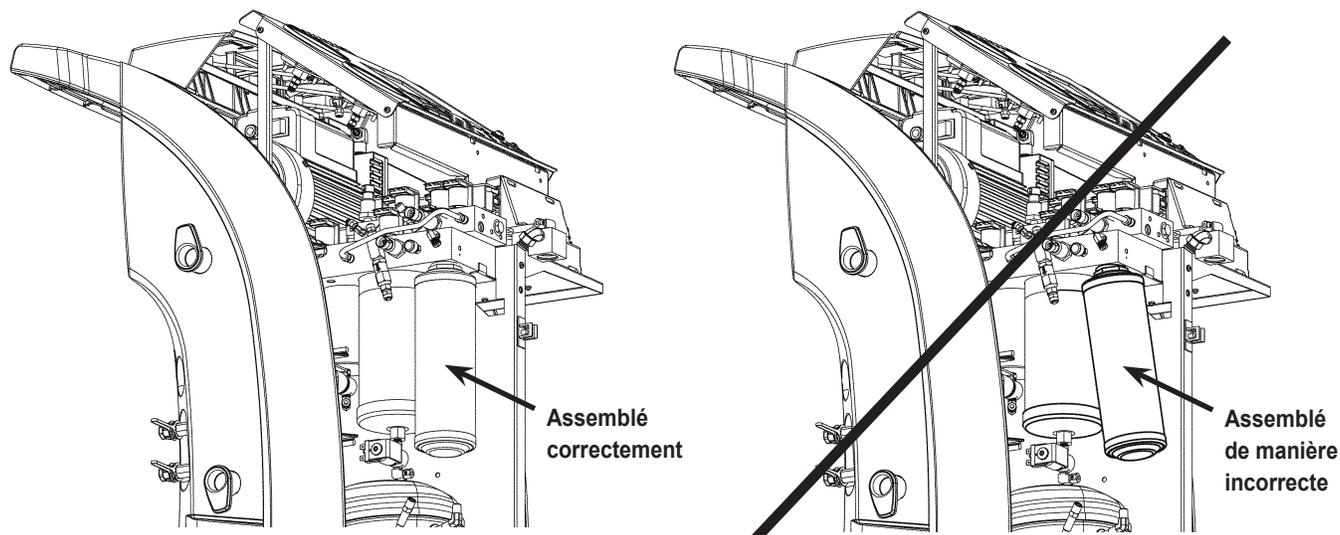

Figure 18
6. Installez le nouveau filtre en le vissant en place dans le sens horaire. Vérifiez que le filtre est positionné correctement, comme indiqué à la figure 18. Serrez le filtre à 20 N•m.